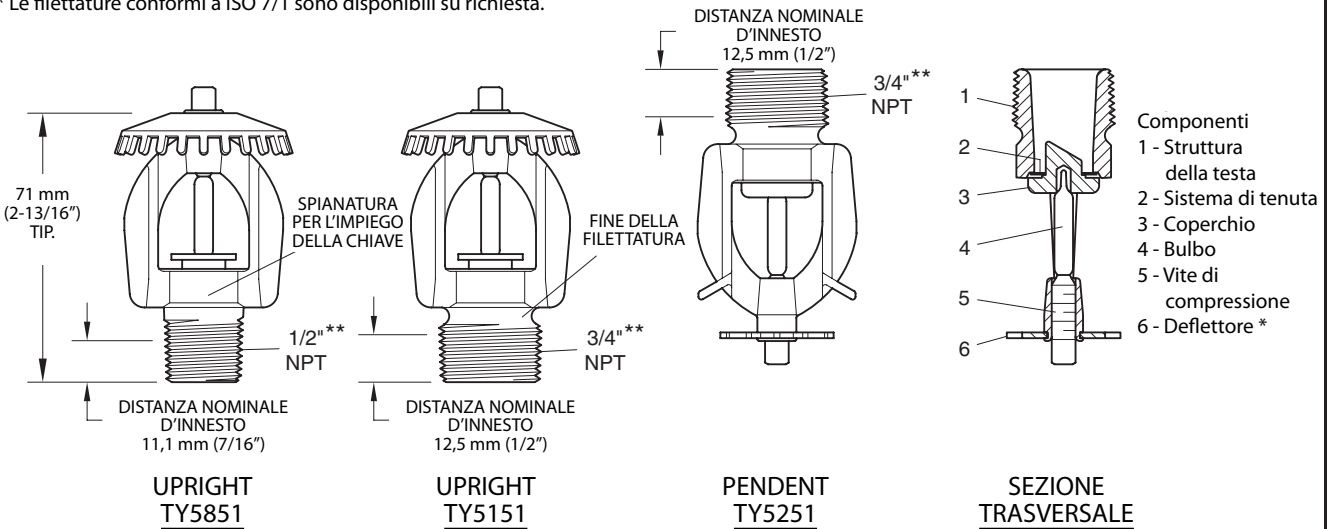

FIGURA 1
Gli sprinkler upright e pendent a risposta e copertura standard con fattore K 160 della serie ELO-231B (v. figura 1), sono sprinkler automatici con bulbo infrangibile. Si tratta di "sprinkler ad acqua nebulizzata a risposta standard" che producono una distribuzione semisferica dell'acqua al di sotto del deflettore.
Passo 3. Serrare lo sprinkler nel rispettivo raccordo utilizzando soltanto una chiave per sprinkler W-tipo 3 (v. figura 2), salvo per gli sprinkler rivestiti di cera, per i quali dovrà essere impiegata una chiave regolabile a mezza luna da 200 o 250 mm (8 o 10"). Con riferimento alla figura 1 la chiave per sprinkler W-tipo 3 o, a seconda dei casi, la chiave regolabile a mezza luna devono essere applicate alle spianature per l'impiego della chiave.